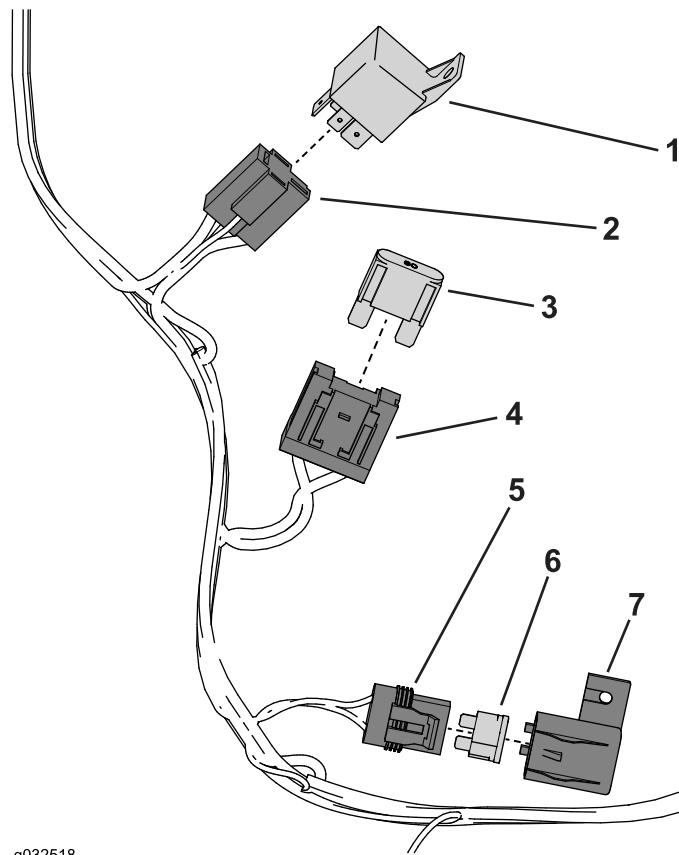

Figura 37
1. Ensamble los componentes siguientes al arnés de cables (Figura 37).
2. Instale el relé en el conector del relé (Figura 37).
3. Instale el fusible (60 A) en el portafusible (Figura 37).
4. Instale el fusible (10 A) en el portafusible y sujetelo con la tapa del portafusible (Figura 37).